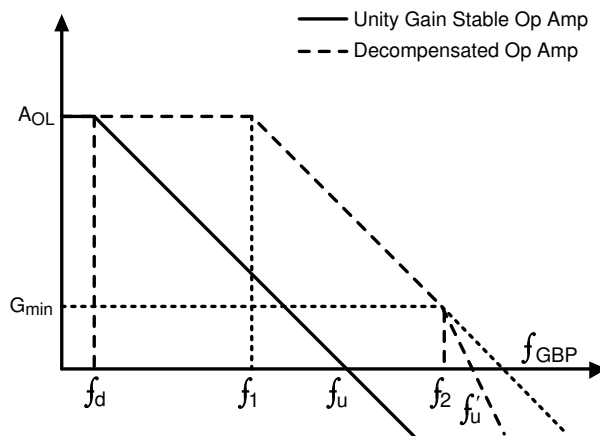

图 6-2. 单位增益稳定运算放大器和解补偿运算放大器的增益同频率特性间的关系
如图 6-2 所示，在解补偿运算放大器的情况下，单位增益稳定放大器的主极点 f_d 移至频率 f_1 。实心 A_{OL} 图是传统单位增益稳定运算放大器的开环增益图。OPAx371D 等解补偿放大器的内部补偿变化可以在相同功率下增加带宽。除了上述参数中的优势外，由于可用的环路增益比单位增益更高，因此还可以提高压摆率并获得更好的失真值。要考虑的最重要因素是验证运算放大器的噪声增益 (NG) 是否大于 G_{min} 。如果 NG 值低于 G_{min} ，则会导致不稳定，如图 6-2 中所示，因为 $1/\beta$ 曲线与 A_{OL} 曲线以 40dB/十倍频程相交。这种分析稳定性的方法被称做闭合速率方法。观看 TI 高精度实验室，以便更好地了解器件稳定性和不同的提供稳定性技术。